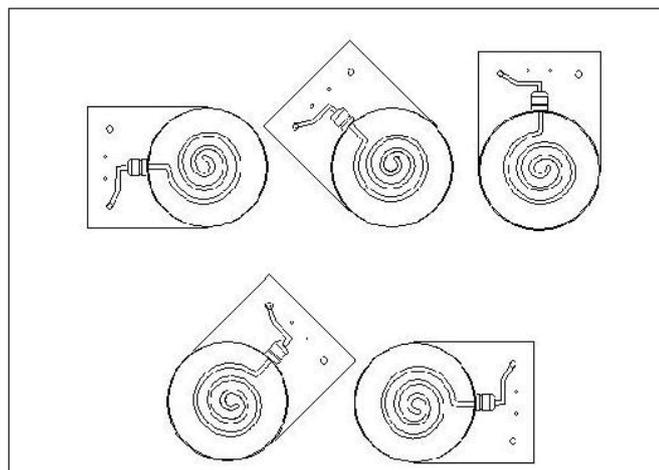

fig. 4
- Il riscaldatore può essere installato sia orizzontalmente che verticalmente; nel caso di riscaldatore elettrico installato orizzontalmente, la scatola elettrica deve rispettare una delle posizioni di montaggio mostrate in fig. 4.
- The heater can be installed both horizontally and vertically; in case of horizontal electric heater, the electric box must be placed according to one of the positions shown on fig. 4.